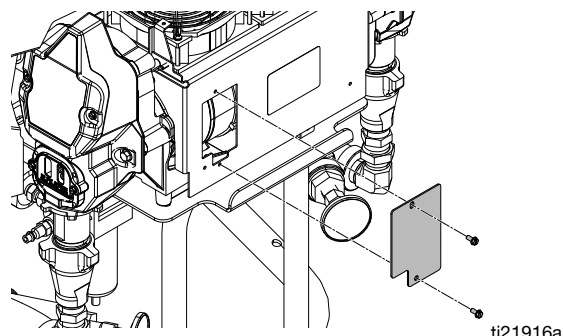

FIG. 19 Balais de moteur
6. Retirer le couvercle de commande de l'afficheur (26). Débrancher les câbles du moteur comme suit :
- a. Retirer les deux boulons et accéder à la plaque de recouvrement. Voir la FIG. 19, page 55.
- b. retirer les deux boulons et accéder à la plaque de recouvrement. Voir la FIG. 19, page 55.